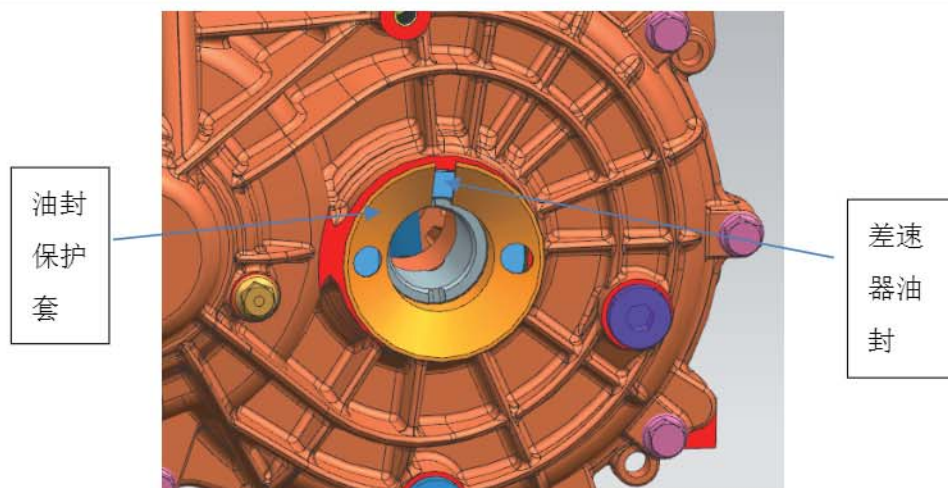

图 1 油封保护套
2) 前驱电动总成在分解修理后, 再重新装到车上, 驱动电机和前箱体是一体的, 待驱动电机传动轴插入变速箱差速器端口花键卡圈锁住后, 使用差速器油封保护套 (如图1), 然后增加差速器油封工装, 确保差速器油封无异常, 防止刮伤油封。加入 0.8L 润滑油。确认注油螺塞和放油螺塞螺纹无异常, 注油螺塞打紧力矩 35-39N.m, 放油螺塞打紧力矩 47-53N.m, 涂漆标。安装驱动电机控制器时, 注意四个驱动电机控制器的螺栓孔位置, 三相线与驱动电机相连接时, 注意不要刮伤驱动电机和驱动电机控制器。